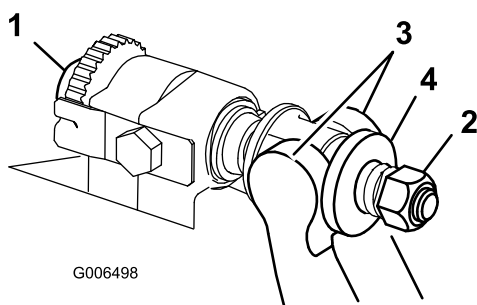

Figura 32
- Rode os parafusos de ajuste da barra de apoio no sentido contrário ao dos ponteiros do relógio, para afastar a lâmina de corte do cilindro (Figura 32).
- Faça recuar a porca da mola tensora até que a anilha deixe de estar sob tensão contra a barra de apoio (Figura 32).